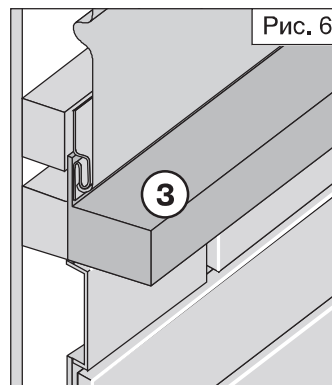

Рис. 6
6. Для разделения зон цоколя и основного фасада рекомендуется использовать бордюр (рис. 6).